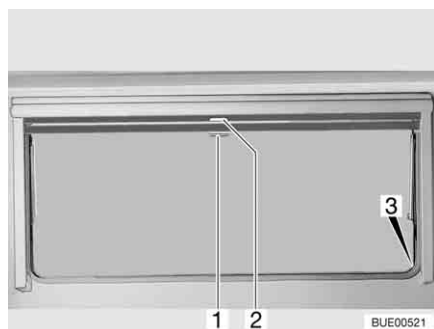

Fig. 21 Finestra apribile
- Tirare verso il basso l'oscurante a rullo accompagnandolo con la maniglia (Fig. 21,2). Quando si chiude completamente l'oscurante a rullo esso va agganciato da entrambi i lati al telaio della finestra nell'apposito elemento di fissaggio (Fig. 21,3).
- Quando l'oscurante a rullo è completamente chiuso: Spingere la maniglia (Fig. 21,2) verso il basso tirandola leggermente verso l'interno. Sganciare l'oscurante a rullo dagli elementi di fissaggio a destra e a sinistra del telaio della finestra.
- Quando l'oscurante a rullo si trova in posizione intermedia: Tirare la maniglia (Fig. 21,2) leggermente verso il basso finché l'elemento di fissaggio non si è sganciato.
- Tirare la maniglia (Fig. 21,1) della zanzariera a rullo verso il basso e agganciarla all'elemento di fissaggio (Fig. 21,3) su entrambi i lati del telaio della finestra.
- Spingere la maniglia (Fig. 21,1) verso il basso tirandola leggermente verso l'interno. Sganciare la zanzariera a rullo dagli elementi di fissaggio a destra e a sinistra del telaio della finestra.